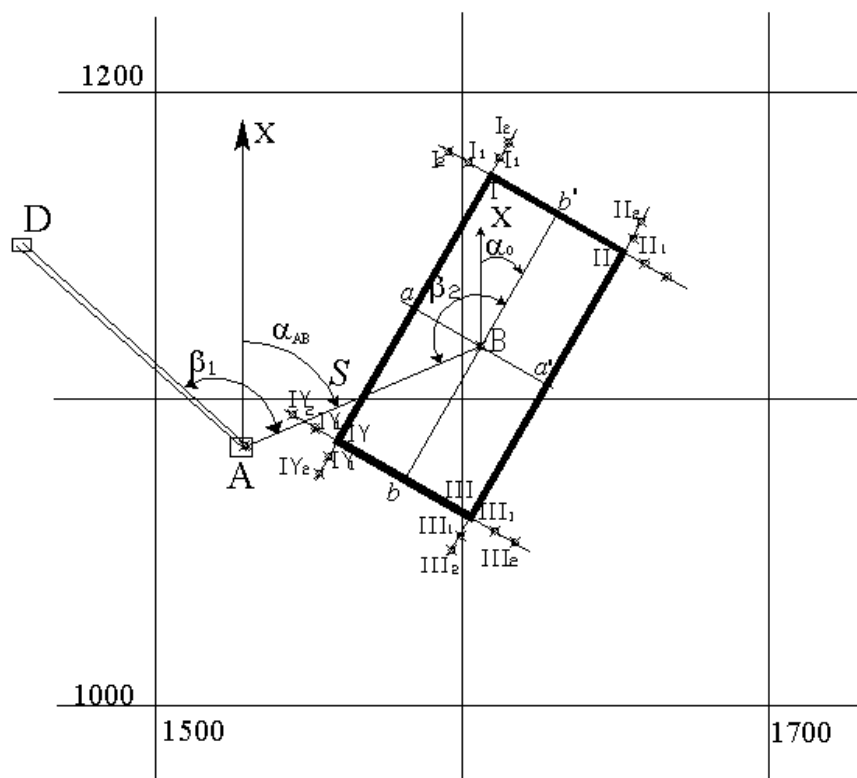

Рисунок 1. Пояснительная схема к проекту разбивки здания на промышленной площадке карьера.
В соответствии с генеральным планом промышленной площадки карьера требуется перенести в натуру здание размером 110x50,0 м. Координаты центра ( $B$ ) здания ( $X_B$ ,  $Y_B$ ) и дирекционный угол ( $\alpha_0$ ) продольной оси здания приведены в таблице 2. Проект разбивки здания составить на миллиметровке в масштабе 1:1000 (см. рисунок 1).
4) Для переноса в натуру центра ( $B$ ) здания устанавливают теодолит в точке  $A$  и от направления  $AD$  откладывают угол  $\beta_1$  затем по направлению  $AB$  стальной рулеткой откладывают горизонтальное проложение  $S$  и фиксируют на промышленной площадке точку  $B$ . (рис.1).
6) Разбивка в натуре углов здания (**I, II, III, IV**) производится от осей здания. Устанавливают теодолит в точке " $a$ ", визируют на точку  $B$  откладывают угол  $90^\circ$  и половину продольного размера здания и закрепляют на площадке точку **I**. Затем откладывают угол  $90^\circ$  в противоположную сторону и половину продольного размера здания и фиксируют в натуре точку **II**. Аналогичным образом закрепляют на промышленной площадке углы здания **III** и **IV**. Контроль разбивки здания осуществляется по створности линий **I**-" $a$ "-**IV** и **II**-" $a'$ "-**III** (см. рисунок 1). При этом отклонение от створа не должно превышать  $\pm 5$  мм.
7) Закрепление строительных осей стен здания производится методом створной выноски. Каждая из четырех осей здания закрепляется 4 пунктами - по 2 пункта с каждой стороны (см. рисунок 1).